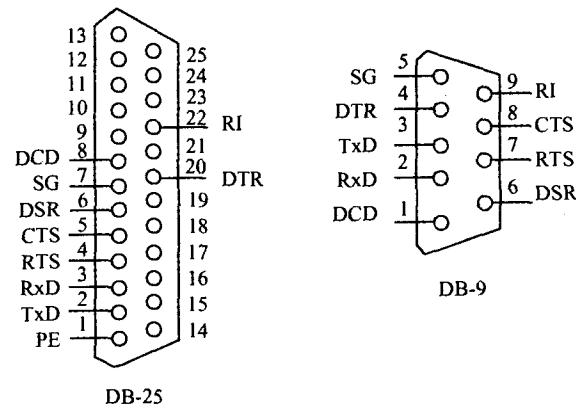

图 1 25 芯(DB-25)和 9 芯(DB-9)RS-232C 接口
-232C 串口(两种串口类型电气特性相同)。由于只有 HP 等少数笔记本电脑配置串口, 因此, 使用笔记本电脑需要另外配置 USB to COM 转换器(或 USB-RS232 转接电缆)。两种接口如图 1 所示。